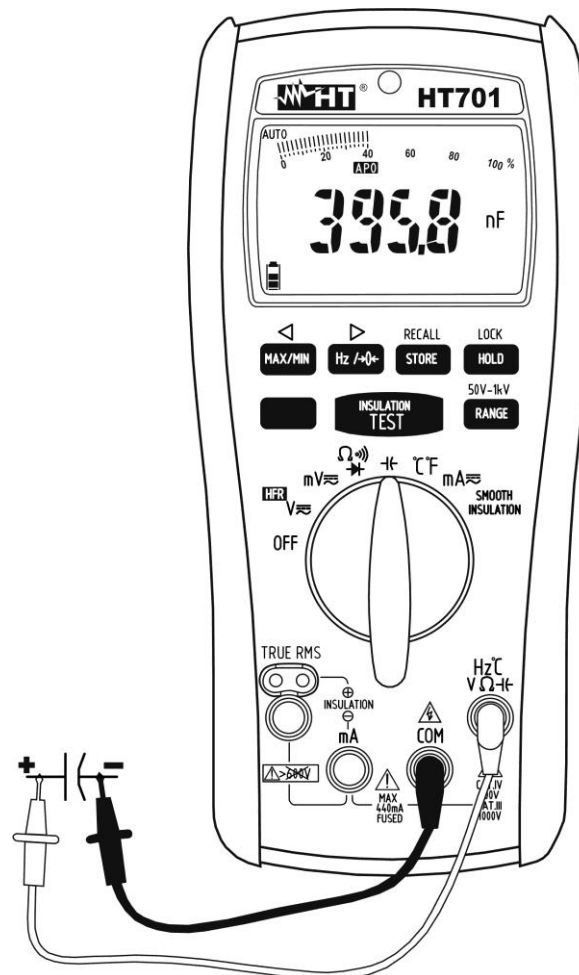

Fig. 8: Uso do instrumento para medir Capacidades
4. Inserir o cabo vermelho no terminal de entrada **Hz°CVΩHz** e o cabo preto no terminal de entrada **COM** (consultar o Fig. 8).